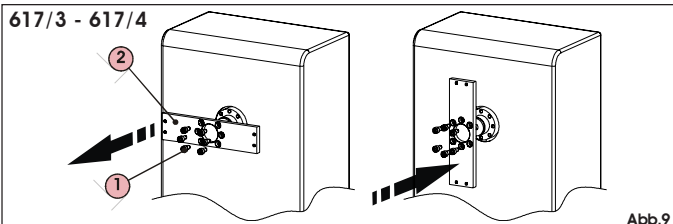

Abb. 9
- Die Schrauben entfernen, die den Balkenhalterter, Bez. 1 - Abb. 9 und 10, befestigen.
- Den Balkenhalterter, Bez. 2 - Abb. 9 und 10, um 90° drehen.